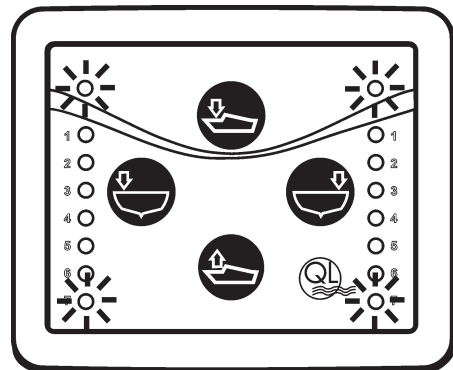

Bild 24
5. Bladen skjuts ut helt, stannar och dras sedan in helt. När denna procedur har utförts korrekt blinkar de två övre och två nedre lysdioderna på manöverpanelen två gånger. **Se bild 24**.